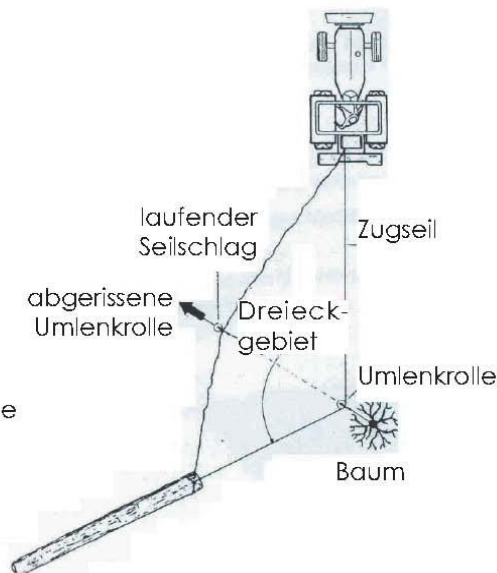

Bild 7
35. Der Aufenthalt zwischen der Last und der Winde und im gefährlichen Dreieck zwischen der Winde, der Umlenkrolle und der Last während des Ziehens ist verboten! Siehe Bild 7.